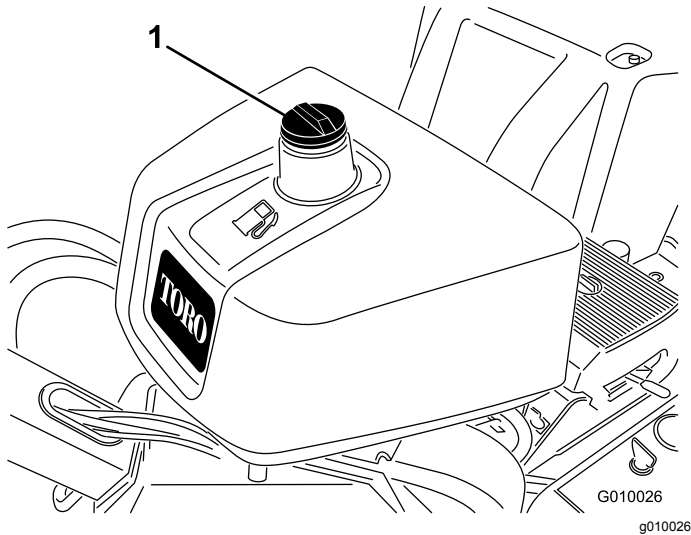

Figura 16
2. Limpie la zona alrededor del tapón del depósito de combustible y retire el tapón (Figura 16).